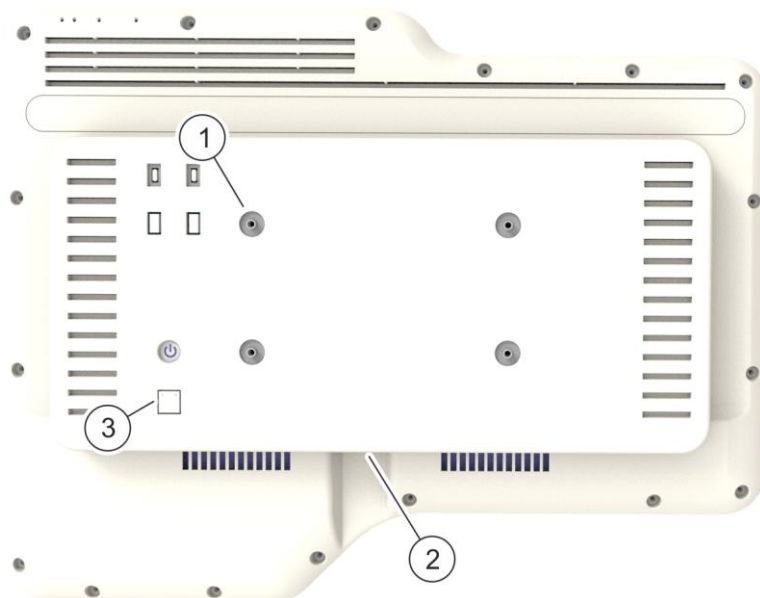

Fig. 4: Fixați adaptorul VESA la terminal
8. Introduceți cablul de Ethernet (cablul de rețea) în conexiunea Ethernet (Fig.4/3) de pe partea posterioară a terminalului.
9. Introduceți cablul de alimentare de la rețea în conexiunea de curent de pe partea inferioară a terminalului (Fig.4/2).